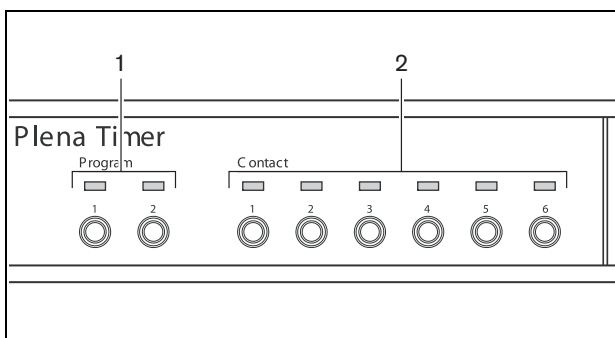

figura 4.2: LEDs del panel frontal
Si la alimentación de red (o la de reserva) se encuentra disponible, los LED Program (1) y Contact (2) de la parte frontal del temporizador se iluminarán momentáneamente durante el encendido inicial del sistema y la pantalla principal se encenderá (véase figura 4.2).